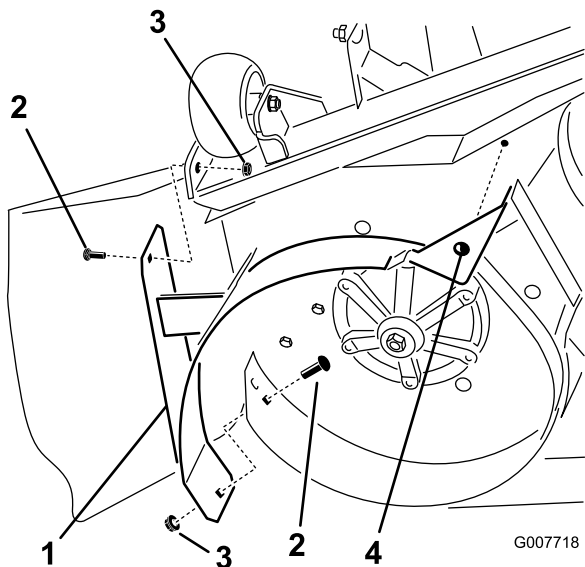

Figura 21
1. Retire las tres contratuercas que sujetan el deflector de mulching derecho a la plataforma del cortacésped (Figura 21). Dos de ellas se encuentran debajo de la plataforma del cortacésped junto al orificio de descarga, y la tercera está encima de la plataforma.